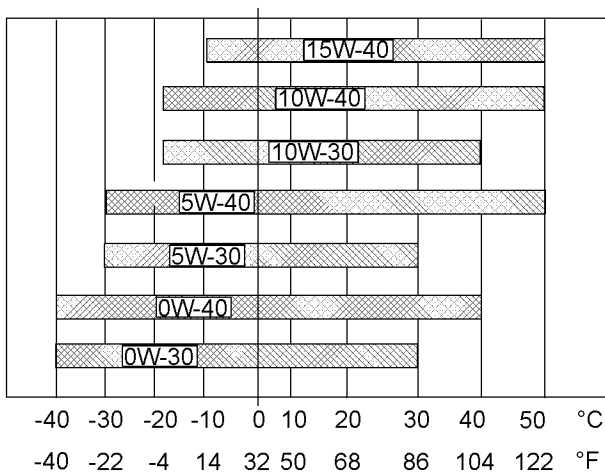

图 42
请参阅图 42 (最低温度) 以确定发动机冷起动时所需要的机油粘度。
请参阅图 42 (最高温度) 以选择发动机在预期的最高环境温度下运行时所需要的机油粘度。
- 参见相应的“润滑剂粘度”。为找到适合您的发动机的机油粘度等级，请参阅图 42。